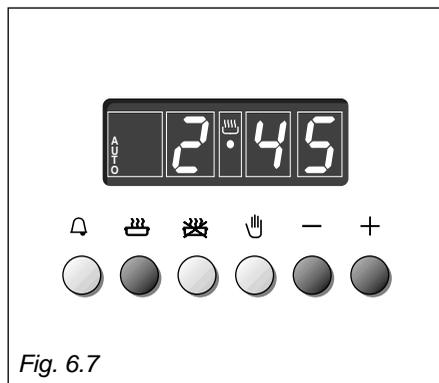

Fig. 6.7
1. Déterminer le temps de durée de la cuisson en pressant le poussoir  et le poussoir  pour avancer, ou le poussoir  pour revenir si le temps désiré a été dépassé (Fig. 6.7).